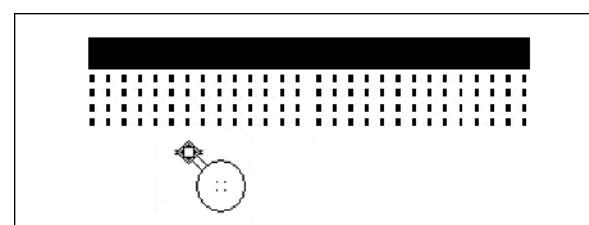

Рис. 45
1.  Выберите дисковое звено (Рис. 45).